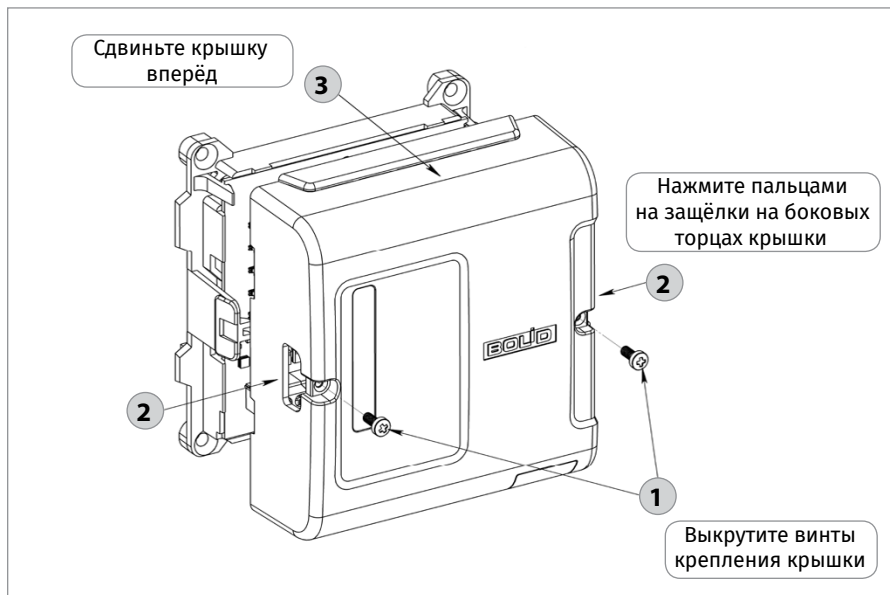

Рисунок 25. Снятие крышки прибора
- 2.3. Снимите крышку прибора в порядке, указанном на Рисунок 25.
- 3.3. Снимите крышку прибора в порядке, указанном на Рисунок 25.